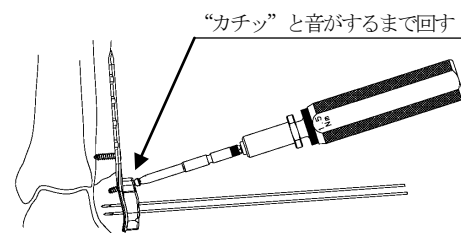

図14
- 3) ヘクスローブ15 パワービンドライバーの後端にトルクリミッター付きハンドル15 を接続し、軸芯を傾けないよう選択した長さの3.0 ロックングスクリュー (T) (中空) を挿入します。(図14)